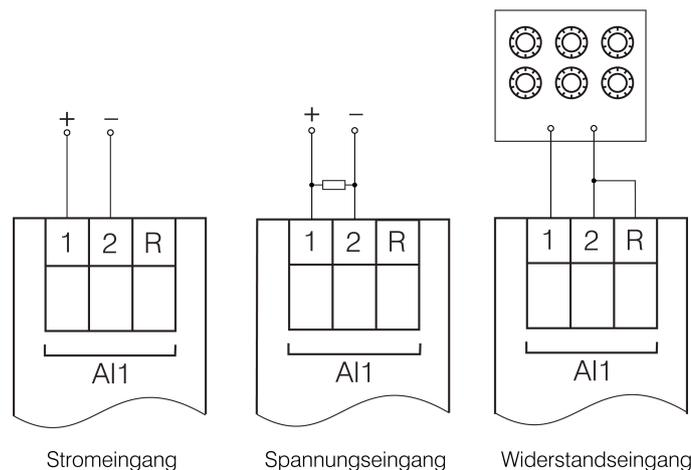

Abb. 6.1 Referenzsignalquelle
1. Schließen Sie die Referenzsignalquelle an die zu kalibrierenden Eingänge an (Abb. 6.1).